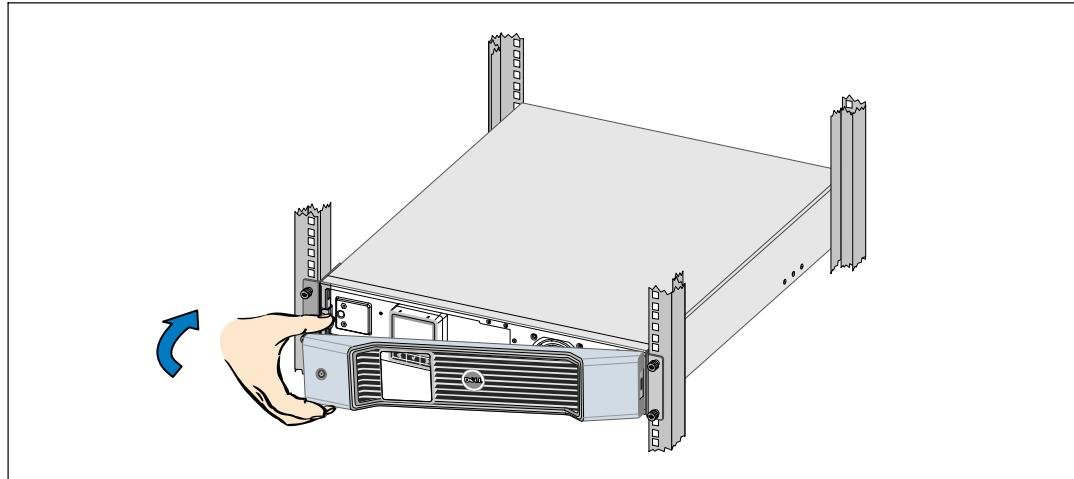

図18. UPSのフロントカバーの取り付け方法
**12** UPSフロントカバーの取り付け方法（図18を参照）。